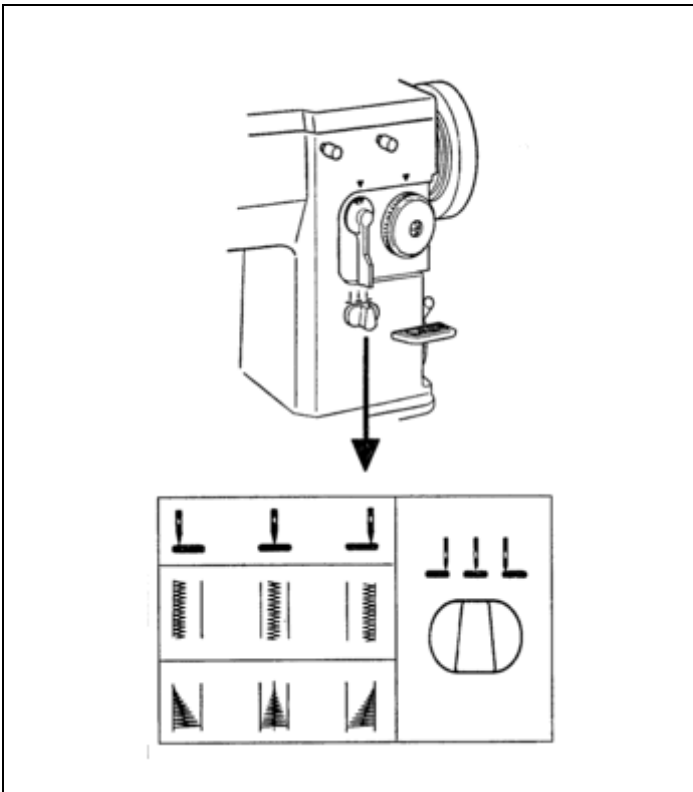

Fig. 22
18. SELEÇÃO DA POSIÇÃO DA AGULHA (Fig. 22)